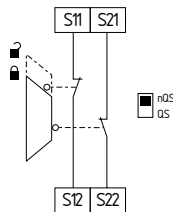

Fig. 11
**Circuito de monitorização de porta de proteção de dois canais dispositivos de interrupção conforme ISO 14119 (ver Fig. 11)**